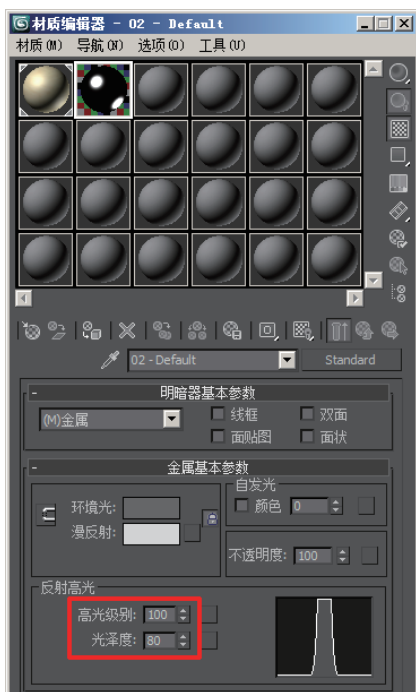

图2-45 调整高光级别和光泽度
(4) 将“高光级别”调整为100，将“光泽度”调整为80，如图2-45所示。